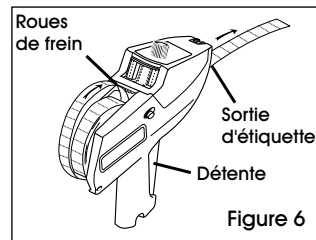

Figure 6
4. Pressez et maintenez la détente enfoncée tout en alimentant la bande d'étiquettes dans la fente sous les roues de frein, jusqu'à ce qu'environ 15 cm (6 po) sortent de l'avant. (Voir Figure 6)